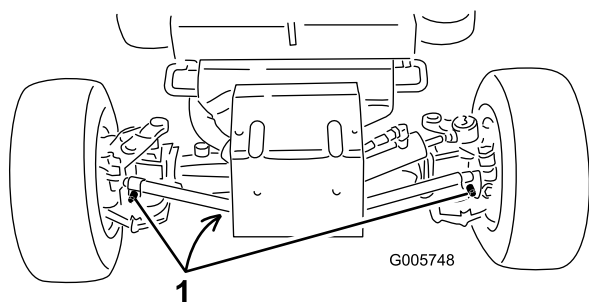

Figura 54
2. Limpie la zona alrededor de los tapones de vaciado (Figura 54).